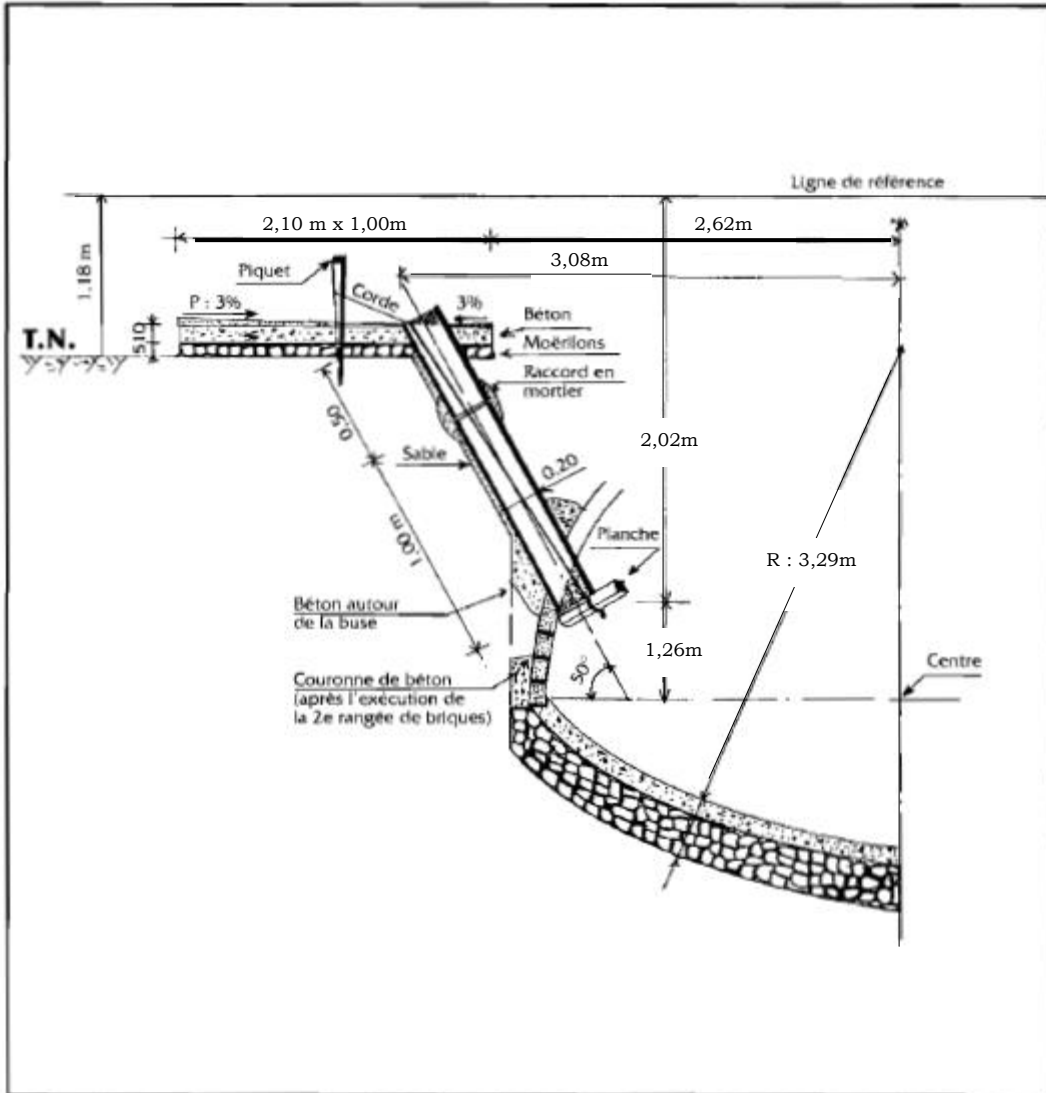

Figure 14 :
5.29/ Faire une couronne de mortier sur le raccordement des buses au mur de briques. Remblayer et tasser. FIG. 14.